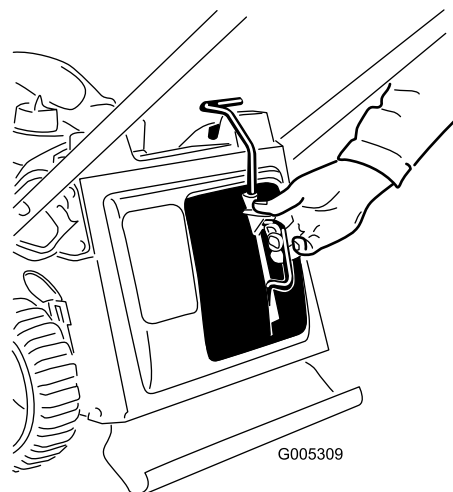

Figura 26
1. Retire el tapón de mulching (Figura 26).